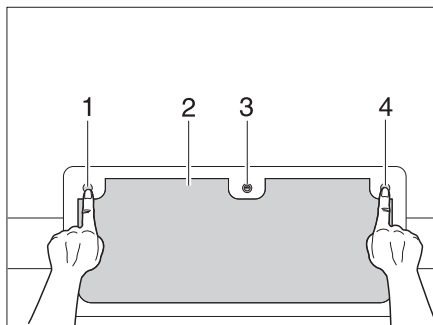

Fig. 32 Cerradura de la trampilla con pulsadores, cerrada
- Introducir la llave en el cilindro de cierre (Fig. 32,3) y girarla un cuarto de vuelta.
- Presionar los tres pulsadores (Fig. 32,1, 3 y 4).
- Cerrar la trampilla exterior (Fig. 32,2) por completo, hasta escuchar que engatille audiblemente.
- Introducir la llave en el cilindro de cierre (Fig. 32,3) y girarla un cuarto de vuelta. La cerradura está bloqueada.